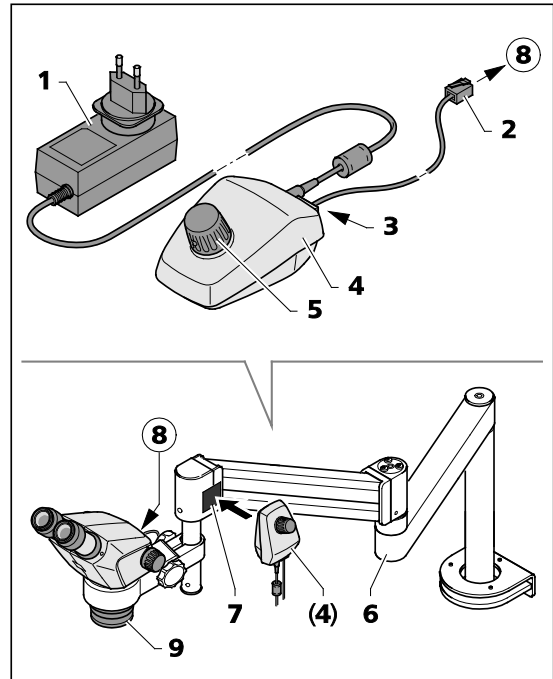

Bild 24 Controller K LED
Der Controller K (Bild 24/4) dient zur Ansteuerung der Vertikalbeleuchtung des Stemi 305 Körpers oder der Ringleuchte bei Anwendungen mit Auslegerstativen A oder U oder weiteren Stativen.
- Vorsatzsystem 0,5x/185 mm (Bild 24/9) an den Mikroskopkörper anschrauben.
- Bei Verwendung der Ringleuchte diese mittels mitgeliefertem Adapter (Durchmesser innen 58 mm, außen 66 mm) an das Vorsatzsystem (Bild 24/9) adaptieren.
- Die Magnetplatte (Bild 24/7) mit der klebenden Seite am Schwenkarmstativ befestigen.
- Das mitgelieferte Anschlusskabel (1 m Länge) (Bild 24/2) in die Buchse (Bild 24/8) am Mikroskopkörper bzw. Ringleuchte und in die Buchse (Bild 24/3) an der Rückseite des Controllers K (Bild 24/4) einstecken.
- Den Controller K (Bild 24/4) an die Magnetplatte (Bild 24/7) ansetzen.
- Den Controller K mittels Netzteil (Bild 24/1) an das Netz anschließen.
- Das Schwenkarmstativ (Bild 24/6) so ausrichten, dass eine ergonomische Arbeitsposition besteht.
- Durch Drücken des Drehknopfes (Bild 24/5) am Controller K die Vertikalbeleuchtung (oder die Ringleuchte) einschalten und durch Drehung des Knopfes die Beleuchtungsintensität regeln.